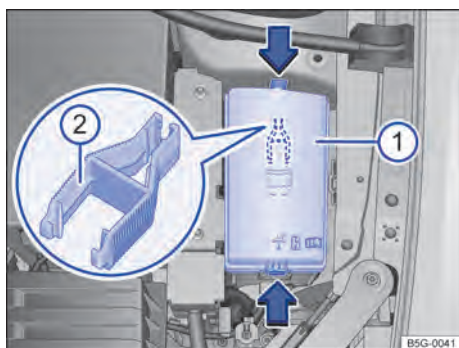

Fig. 194 No compartimento do motor: cobertura ❶ da caixa de fusíveis com pinça de plástico ❷.
→ Fig. 194 ❶, para destravar a cobertura da caixa de fusíveis.
No lado interno da cobertura da caixa de fusíveis no compartimento do motor pode haver uma pinça de plástico → Fig. 194 ❷ para a retirada dos fusíveis.
❶ NOTA